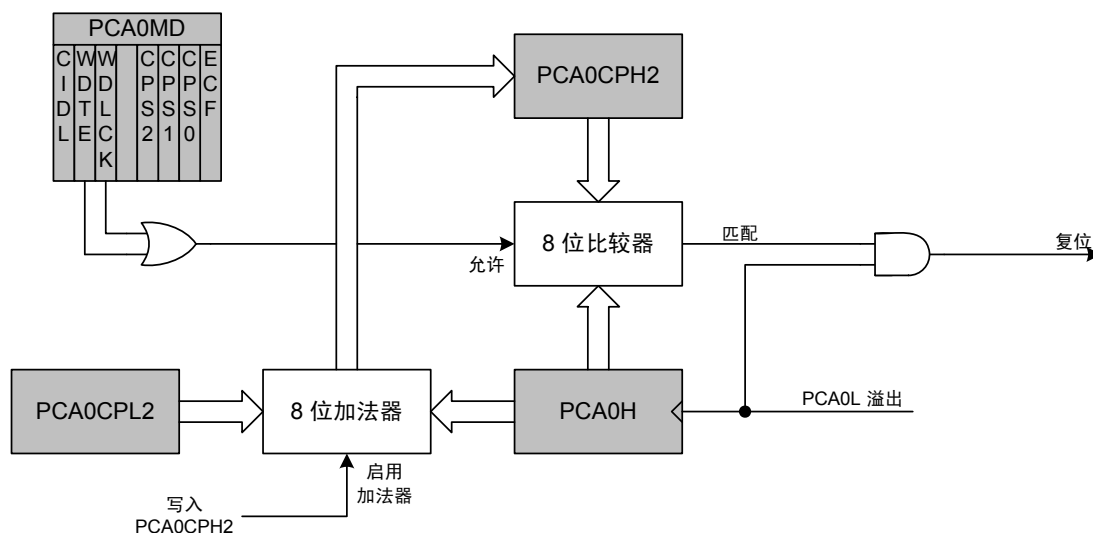

图 29.11. 启用看门狗的 PCA 模块 2
当 WDT 被允许时，写入 CR 位并不改变 PCA 计数器的状态；计数器将一直保持运行状态，直到 WDT 被禁用。如果 WDT 被启用，但用户软件没有允许 PCA 计数器，则 PCA 计数器运行控制位 (CR) 将读 0。如果在 WDT 被允许时 PCA0CPH2 和 PCA0H 发生匹配，则系统将被复位。为了防止 WDT 复位，可通过向 PCA0CPH2 写入任意值来更新 WDT。在写入 PCA0CPH2 时，PCA0H 加上 PCA0CPL2 中保存的偏移值后被载入到 PCA0CPH2（见图 29.11）。